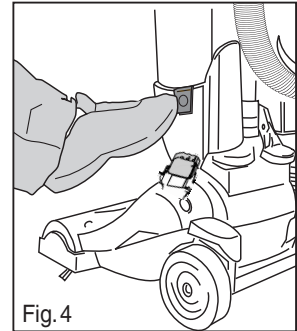

Fig. 4
- Pour ranger, enfoncez l'interrupteur pour rentrer le cordon (Fig. 4).